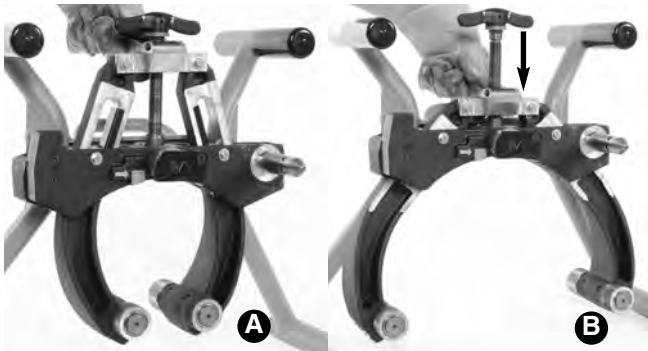

Figure 8 – Levier d'ouverture rapide
2. Appuyez sur le levier d'ouverture rapide (A) puis poussez le chariot supérieur (B) vers le bas afin d'ouvrir la bride complètement (*Figure 8*).